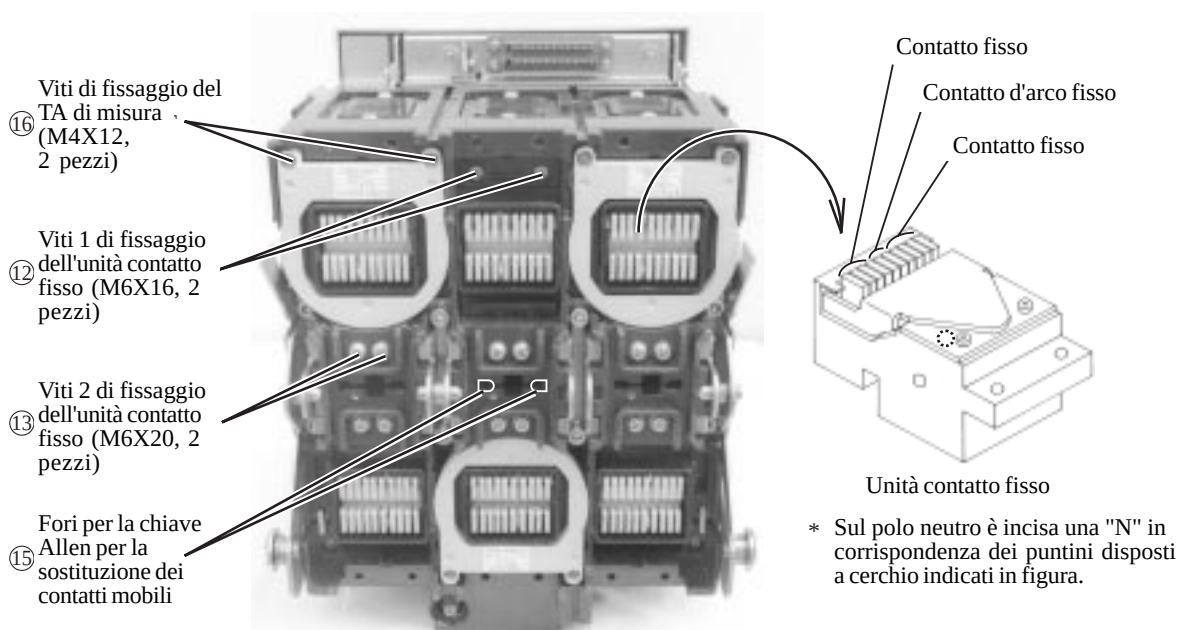
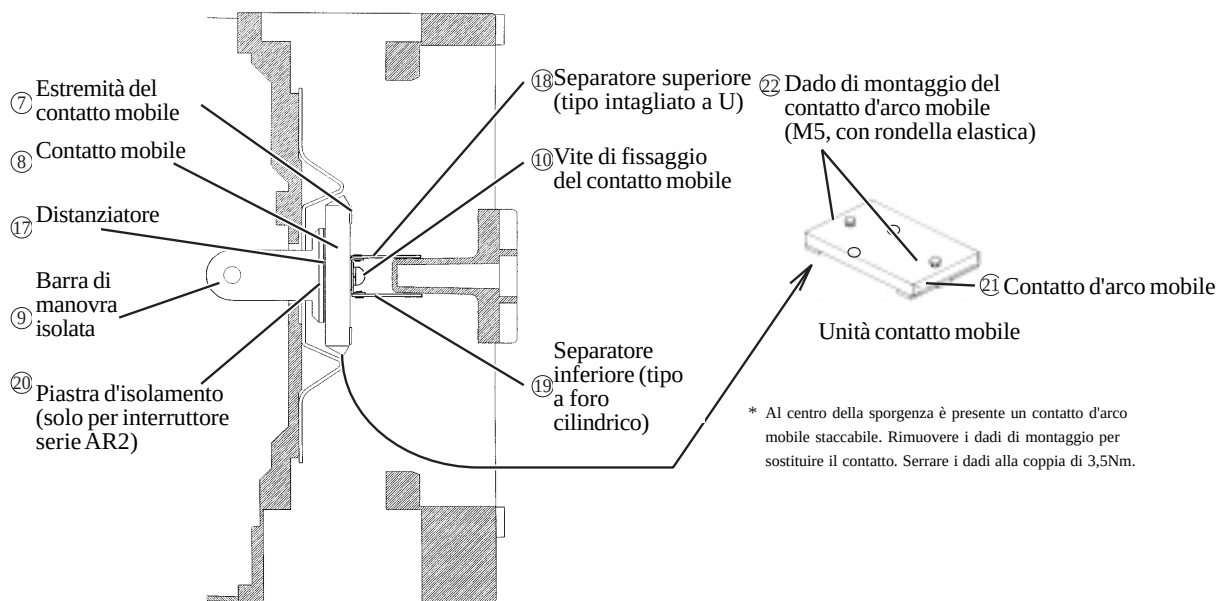

Fig. 18 Posizione delle viti di fissaggio del contatto
Fig. 19 Contatto mobile
- (1) Per ogni polo con TA di misura, rimuovere le due viti di fissaggio (M4X12 con rondella piatta ed elastica) (Fig. 18 ①⑥) per rimuovere il TA di misura. Rimuovere quindi il TA di potenza installato sul retro del TA di misura. (Non sono utilizzate viti di fissaggio per installare il TA di potenza).
- (2) Rimuovere due viti 1 di fissaggio del contatto fisso (M6X16 con rondella piatta ed elastica) (Fig. 18 ①②) e due viti 2 di fissaggio del contatto fisso (M6X20 con rondella piatta ed elastica) (Fig. 18 ①③).
- (3) Inclinare l'unità contatto fisso e tirarla verso l'esterno nella stessa direzione.
2) Rimuovere il contatto mobile (Fig. 18 e 19)
- (1) Utilizzare una chiave Allen (diametro nominale: 5) e farla passare dai fori preposti (Fig. 18 15), allentare entrambe le viti di fissaggio del contatto mobile (M8, testa esagonale, con rondella elastica) (Fig. 19 10) ruotando 2 o 3 volte la chiave Allen e rimuovere il separatore superiore (Fig. 19 18).
- (2) Allentare ulteriormente entrambe le viti di fissaggio del contatto mobile ruotando altre 2 o 3 volte la chiave Allen e rimuovere il distanziatore (Fig. 19 17), il contatto mobile (Fig. 19 8), il separatore inferiore (Fig. 19 19) e le viti di fissaggio del contatto mobile.
- (1) Utilizzando le viti di fissaggio del contatto mobile, unire la rondella elastica, il separatore inferiore, il nuovo contatto mobile e il distanziatore, come illustrato in Fig. 19, e fissarle temporaneamente alla barra di manovra isolata.
- (2) Inserire il separatore superiore tra il contatto mobile e il separatore inferiore e serrare con la chiave Allen le viti di fissaggio del contatto mobile alla coppia di serraggio di 14,7Nm.
Dado di montaggio del contatto mobile (Fig. 19 22): 3,5Nm
Vite di montaggio del contatto mobile (Fig. 19 10): 14,7Nm
Viti (1) e (2) del contatto mobile (Fig. 18 12, 13): 6,0Nm